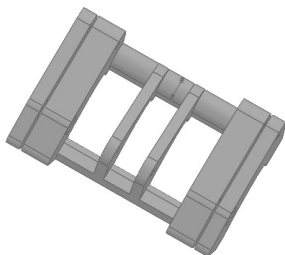

图 8-40 修改后的模型 2
4) 单击“特征”工具栏中的  (Instant3D) 按钮，或者单击“特征”控制面板中的  “Instant3D”按钮，退出 Instant3D 特征操作，修改后的模型如图 8-40 所示。